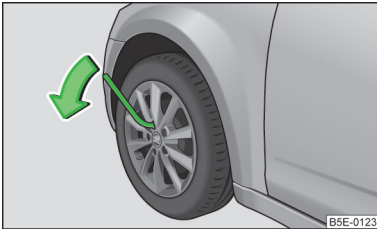

Abb. 190
- › Am Schlüsselende fassen und die Schraube etwa **eine** Umdrehung in Pfeilrichtung drehen » Abb. 190.
- › Am Schlüsselende fassen und die Schraube entgegen der Pfeilrichtung drehen » Abb. 190, bis diese fest ist.